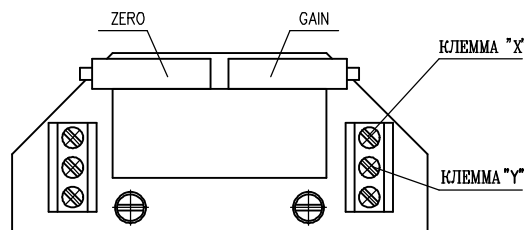

Рис.5
4.4.2 EPV - 3-проводниковое включение (рис.5)
Установите датчик сопротивления на основании инструкций в предыдущей главе так, что величину сопротивления измеряйте на клеммах X-Y (рис.5).
Поворачиванием устанавливающего триммера ZERO (рис.5) установите величину выходного сигнала тока, измеряемого на клеммах 81-82, на величину 0 мА или 4 мА.
Поворачиванием устанавливающего триммера GAIN (рис.5) установите величину выходного сигнала тока, измеряемого на клеммах 81-82, на величину 20 мА или 5 мА.